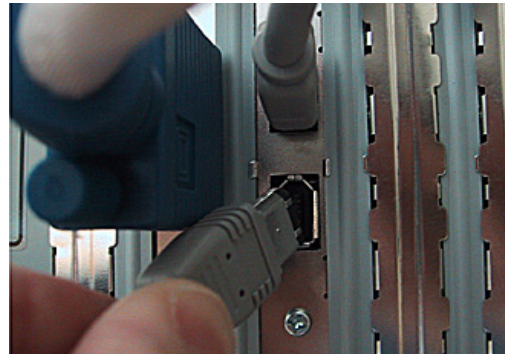

Figure 4-1: Connexion de la 8pre à l'ordinateur.
**1** Branchez une extrémité du câble FireWire livré avec la 8pre dans le port FireWire de votre ordinateur, comme illustré dans la Figure 4-1.
**2** Branchez l'autre extrémité du câble FireWire dans un des ports de la 8pre, comme illustré dans la Figure 4-1.